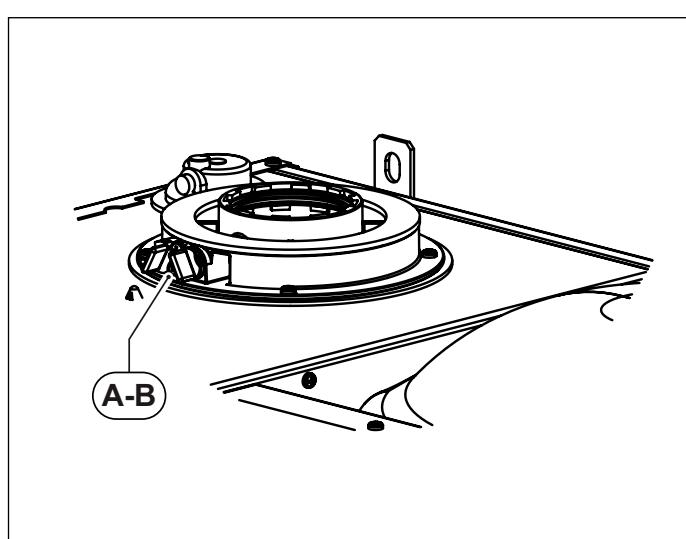
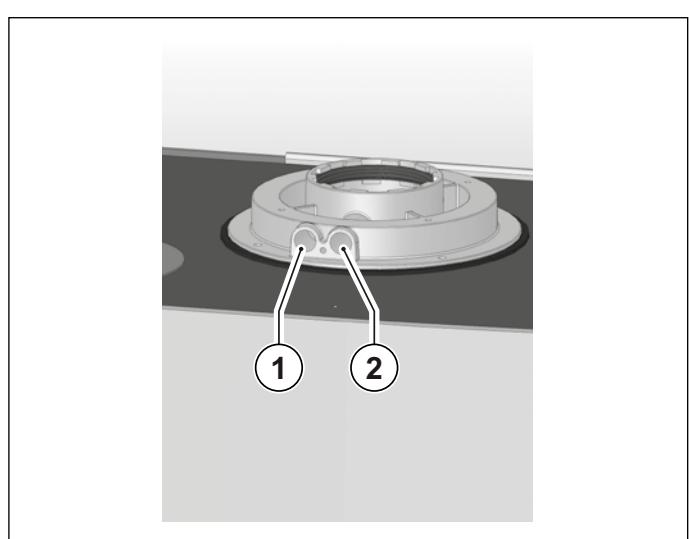

Fig. 19 Position bouchons
Fig. 20 Position trous
La chaudière est munie d'une tourelle pour le raccordement des conduits d'aspiration air/évacuation des fumées (voir Fig. 19 Position bouchons e Fig. 20 Position trous).
Dans la tourelle ont été réalisés des trous pour l'accès direct de l'air comburant et pour l'évacuation des fumées (voir Fig. 20 Position trous).
Avant d'effectuer les mesures enlever les bouchons **A** et **B** des trous qui se trouvent sur la tourelle (voir Fig. 19 Position bouchons). Pour déterminer le rendement de combustion effectuer les mesurages suivants :
- mesure de l'air comburant prélevé dans le trou relatif **1** (voir Fig. 20 Position trous).
- mesure de la températures des fumées et du CO2 prélevé dans le trou relatif **2** (voir Fig. 20 Position trous).